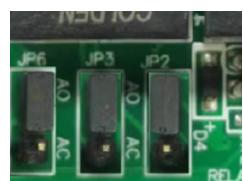

Figure 7 - Cavalier en configuration ACTIF à OUVERTURE
Pour une configuration du contact sec en mode ACTIF à OUVERTURE (AO), le cavalier doit shunter la broche centrale et la broche 3 comme illustré sur la figure 7.